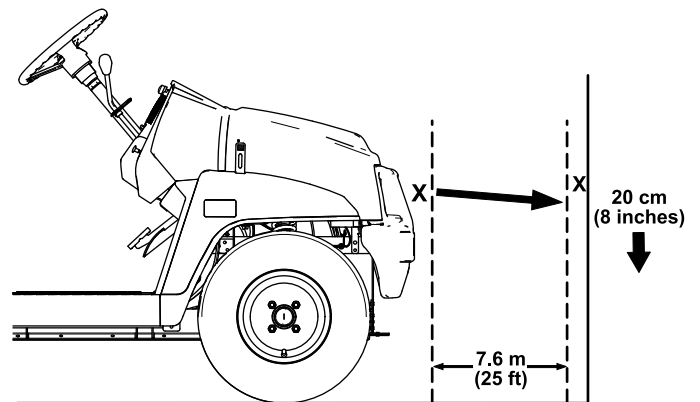

Figura 54
1. Estacione a máquina numa superfície nivelada com os faróis a cerca de 7,6 m de uma parede (Figura 54).
A parte mais brilhante do feixe do farol deve estar 20 cm abaixo da marca colocada na parede (Figura 54).